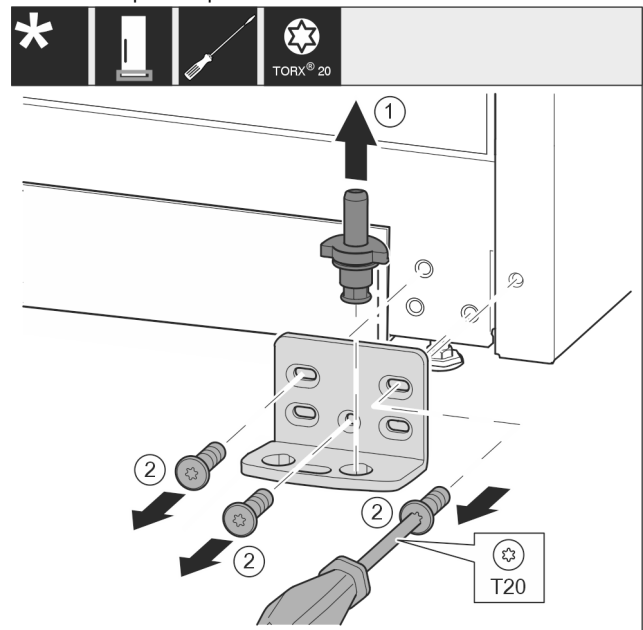

Fig. 18 *
- ▶ Повністю витягніть опорний гвинт Fig. 18 (1) рухом вгору.*
- ▶ Викрутіть гвинти Fig. 18 (2) за допомогою викрутки та зніміть опорний кронштейн.*